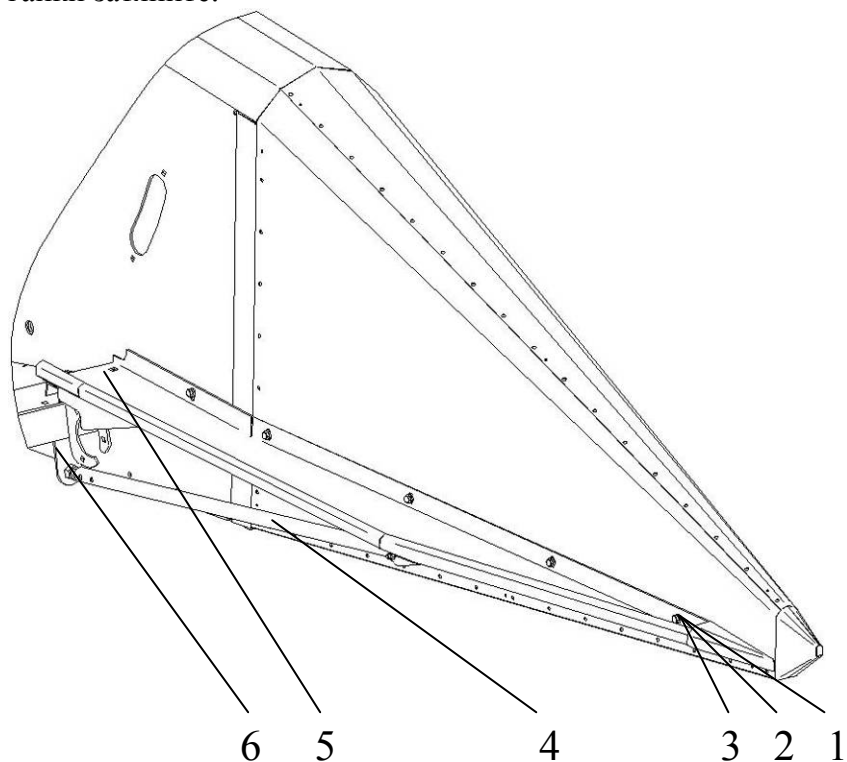
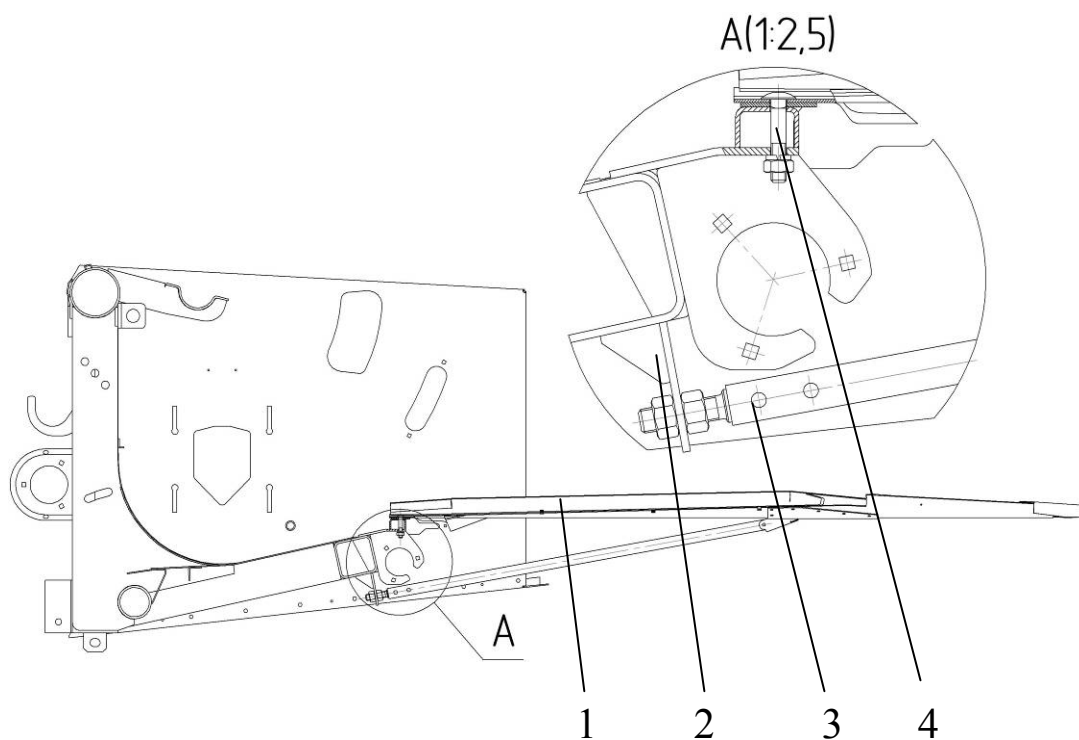

Рисунок 19.
Рисунок 20.
- Установите на правую и левую боковины правый и левый лотки, закрепите их к боковинам болтами М8х20, плоскими шайбами С8, пружинными шайбами 8Т65Г и гайками М8(рисунок 19). Установите упоры лотков в кронштейны рамы(рисунок 20). Закрепите лотки на каркасе жатки болтами М10х55 с квадратным подголовком, шайбами пружинными 10Т65Г и гайками М10. Все гайки затяните.
Установите упоры лотков в кронштейны каркаса. Закрепите лотки на каркасе болтами с квадратным подголовком М10х55 с пружинными шайбами 10Т65Г и гайками М10. Гайки не затягивайте (рисунок 20).